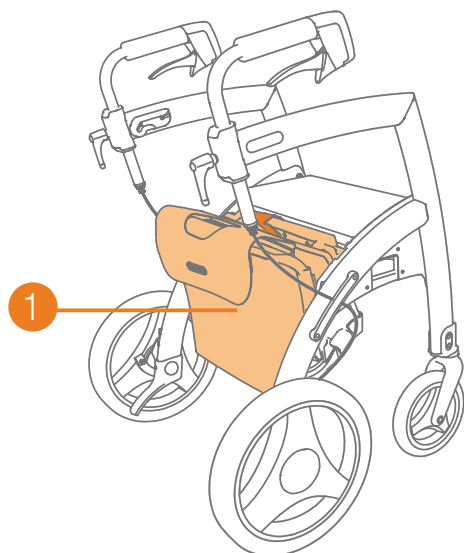

Figure 31: Kit chaise roulante fixé en bas.
- c.** Placez le kit chaise roulante dans les évidements derrière le siège (**Figure 31**).
- Fixez le kit chaise roulante à votre Rollz Motion avant votre départ **(Figure 31)**.